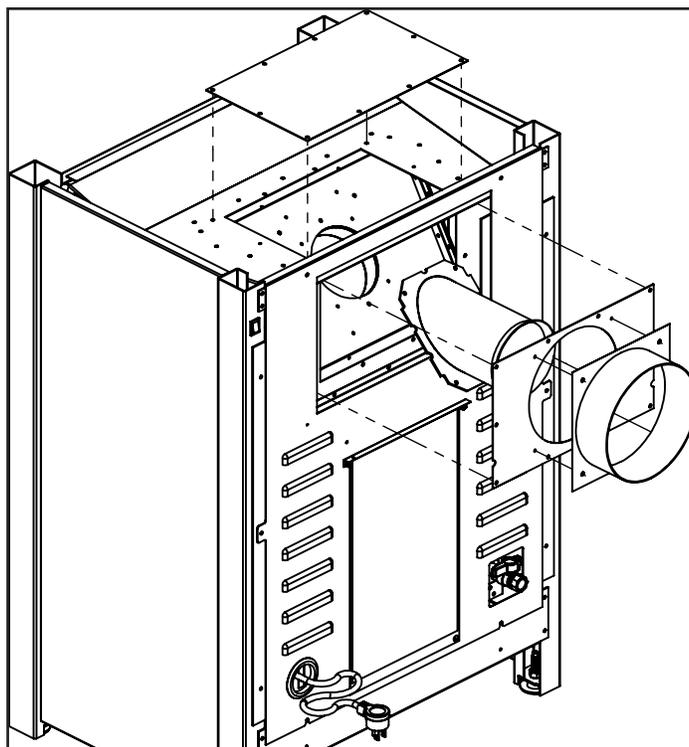

Figure 19. Conversion de ventilation - Étape 3
Étape 3: Mettez les pièces retirées autour comme le montre la figure 19 et réinstallez les 28 vis. Pour installer correctement la plaque de base garder l'encoche de positionnement de chaque côté au fond. A noter également l'embout d'échappement utilise un ensemble de trous inférieur lorsque la configuration d'évent arrière.